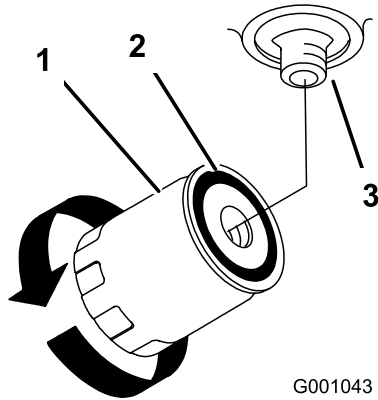

Figura 71
3. Aplique una capa fina de aceite hidráulico a la junta de goma sobre el filtro nuevo (Figura 71).
hasta que la junta de goma entre en contacto con el adaptador del filtro, luego apriete el filtro media vuelta más (Figura 71).